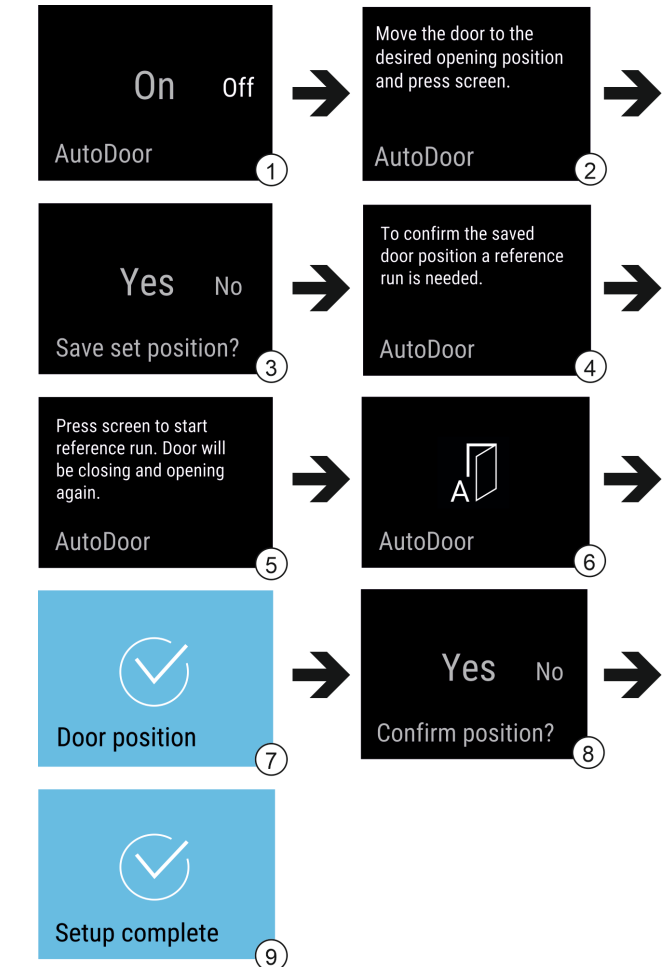

Fig. 13 Приклад відображення індикації англійською мовою
▶ Активувати AutoDoor: індикацію на дисплеї перемістити на On. Fig. 13 (1)
- ▶ Утримувати дисплей натиснутим протягом 3 секунд. Fig. 13 (1)
- ▶ Конфігурувати кут розкриття дверей: Відкрити двері мінімум на 70°. Fig. 13 (2)
- ▶ Підтвердити кут розкриття дверей: Торкнутись повідомлення на дисплеї. Fig. 13 (3)
- ▶ Запустити встановлення у початкове положення: Торкнутись дисплею. Fig. 13 (5)
- ▷ Дисплей блимає. Fig. 13 (6)
- ▷ Встановлення у початкове положення успішне: Дисплей стає блакитним на 2 секунди. Fig. 13 (7)
- ▶ Підтвердити кут розкриття дверей. Fig. 13 (8)
- ▷ Дисплей стає блакитним. Fig. 13 (9)